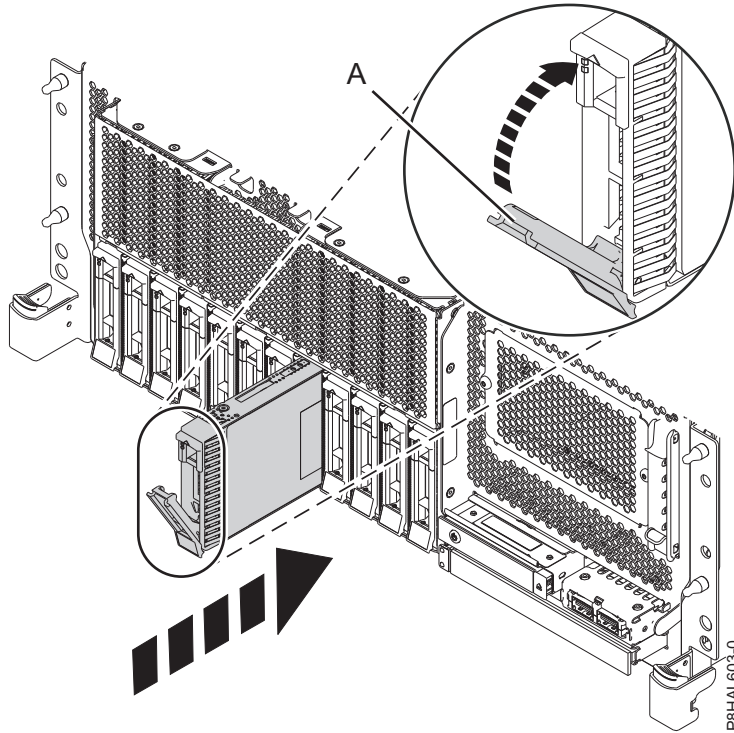

Figure 6. Installation d'une unité de disque dans un système à fonction de base monté en armoire
3. Déverrouillez la poignée de la baie d'unité (A) en appuyant dessus et en la tirant vers vous. Si la poignée n'est pas complètement sortie, vous ne pouvez pas insérer l'unité dans le système. Voir : figure 6, à la page 9, figure 7, à la page 9, figure 8, à la page 10 et figure 9, à la page 11.
5. Faites glisser complètement l'unité dans le système et poussez la poignée de la baie d'unité (A) jusqu'à ce qu'elle s'enclenche, comme illustré à la figure 6, à la page 9, figure 7, à la page 9, figure 8, à la page 10 et figure 9, à la page 11.